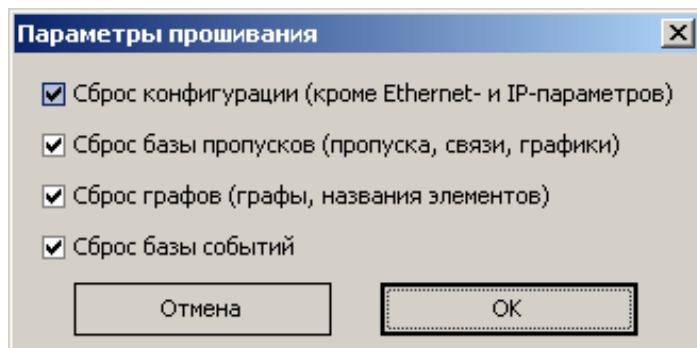

Рисунок 28
7) появится окно параметров прошивания (Рисунок 28). Выбрать все параметры и нажать «OK»;